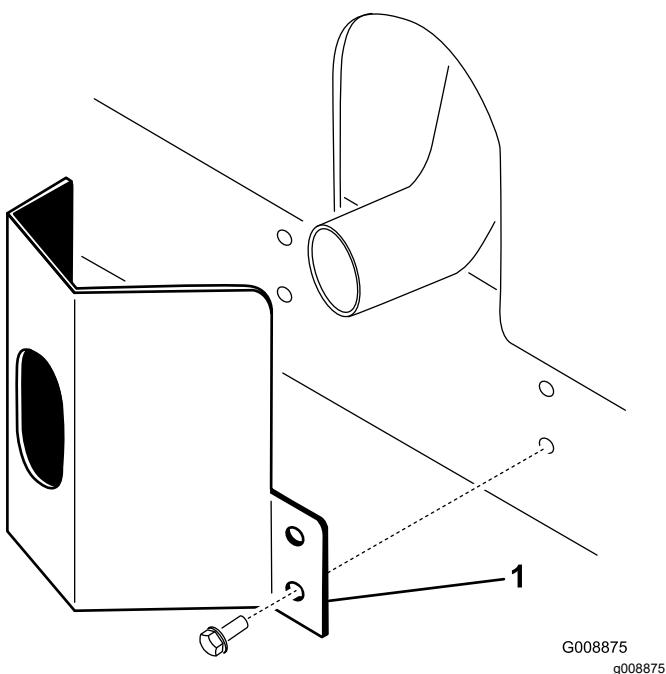

Figure 10
1. Placez la protection de l'échappement autour du silencieux et alignez les trous de montage avec ceux du cadre (Figure 10).
- Fixez la protection de l'échappement au cadre à l'aide de 4 vis autotaraudeuses (Figure 10).